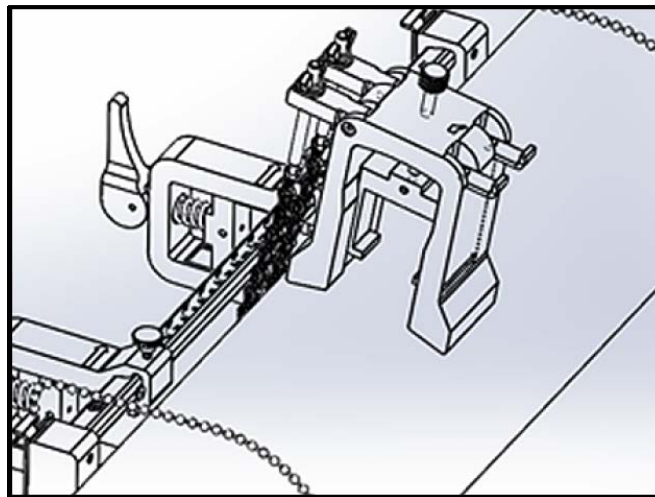

图 26: 轭架放于管子顶端
2. 将轭架安放在管子的顶端（请参见下面的 图 26）。如果所需的换能器间距 <305 mm/12 in.，轭架链条必须放置在如下图所示的夹紧装置内。